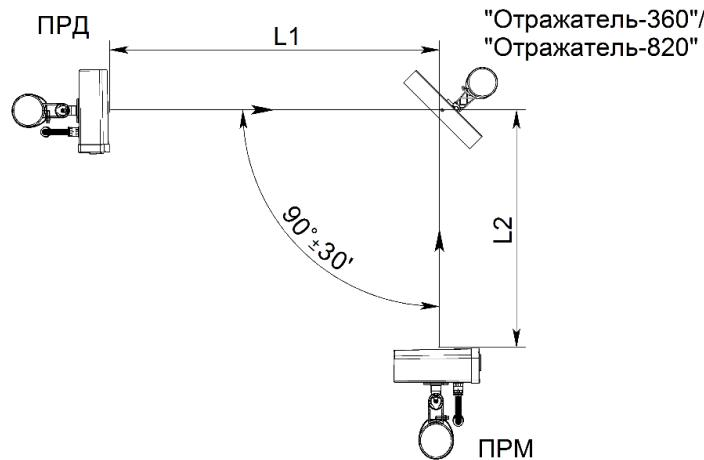

Рисунок 2.14 – Установка извещателей с применением отражателя «Отражатель-360» («Отражатель-820»)
2.3.9.2 При работе извещателей с «Отражателем-360» (см. рисунок 2.14) суммарная длина зоны обнаружения L1+L2 (где L1 – расстояние между блоком ПРД и отражателем, L2 – расстояние между отражателем и блоком ПРМ) не должна превышать: